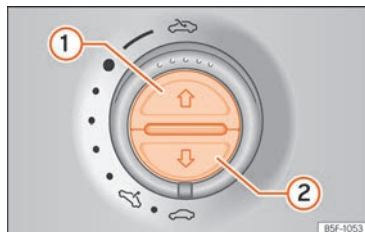

Abb. 112 Im Dachhimmel: Tasten des Sonnenschutzrollos.
- Taste »» Abb. 112 (1) kurz drücken.
• *Sonnenschutzrollo*: Innerhalb von etwa 5 Sekunden nach dem Auslösen der Kraftbegrenzung die Taste » » **Abb. 112**  so lange drücken, bis das Sonnenschutzrollo vollständig geschlossen ist.